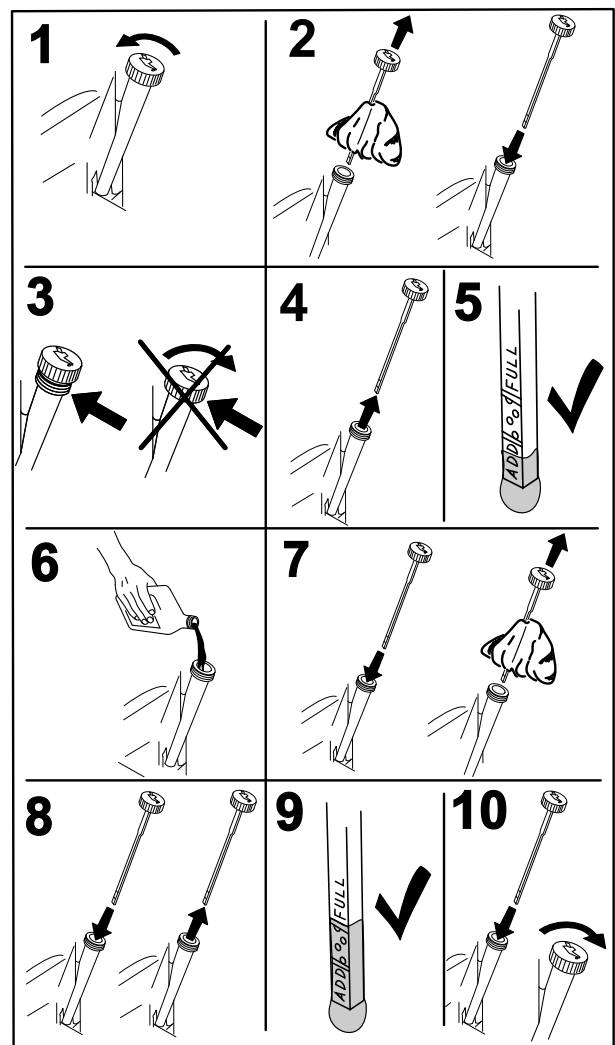

Figura 37
3. Para que no entre suciedad, recortes de hierba, etc., en el motor, limpie la zona alrededor del tapón de llenado/varilla de aceite antes de retirar éste (Figura 37).